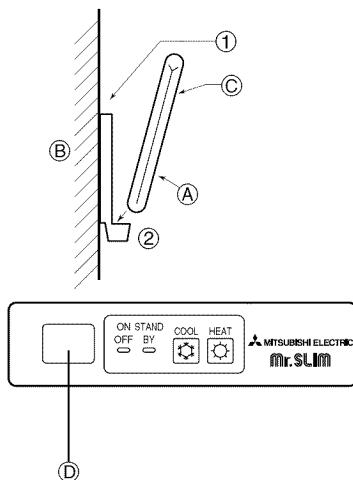

Fig. 6-5
2) Método de instalación (Fig. 6-5)
① Fije el soporte del mando a distancia en el lugar deseado atornillándolo con tornillos.
② Inserte la parte inferior del mando en el soporte.